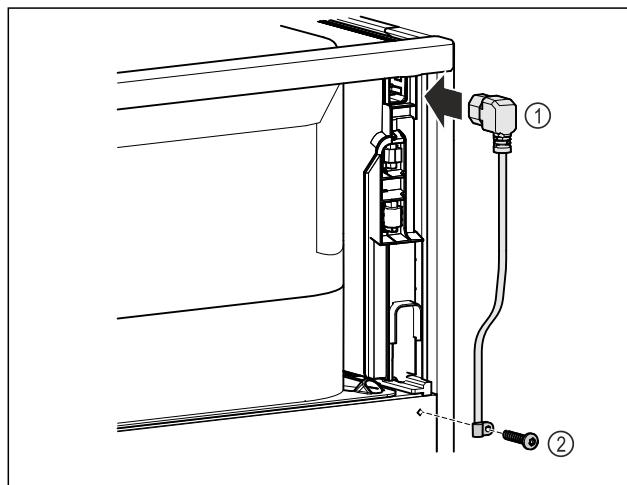

Fig. 9
- Включете буксата за свързване на уреди с ниска мощност на захранващия кабел Fig. 9 (1) от задната страна на уреда.
- Монтирайте кабелната муфа. Fig. 9 (2)